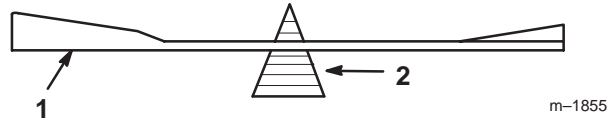

Bild 44
2. Überprüfen Sie die Auswuchtung des Schnittmessers auf einer Messerwaage (Bild 44). Wenn das Schnittmesser in seiner horizontalen Position bleibt, ist es ausgewuchtet und kann wiederverwendet werden.